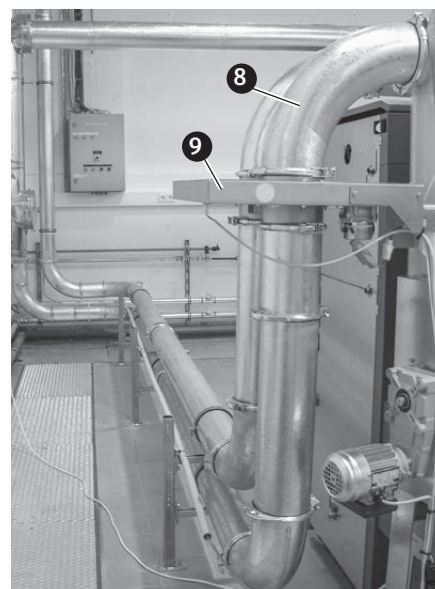

Fig.214 Rohre verlegen
- ▶ Die Rohre an der Absperreinheit vom Kessel montieren (siehe auch Fig.10 Ansicht von hinten auf Seite 15) – Fig. 214.